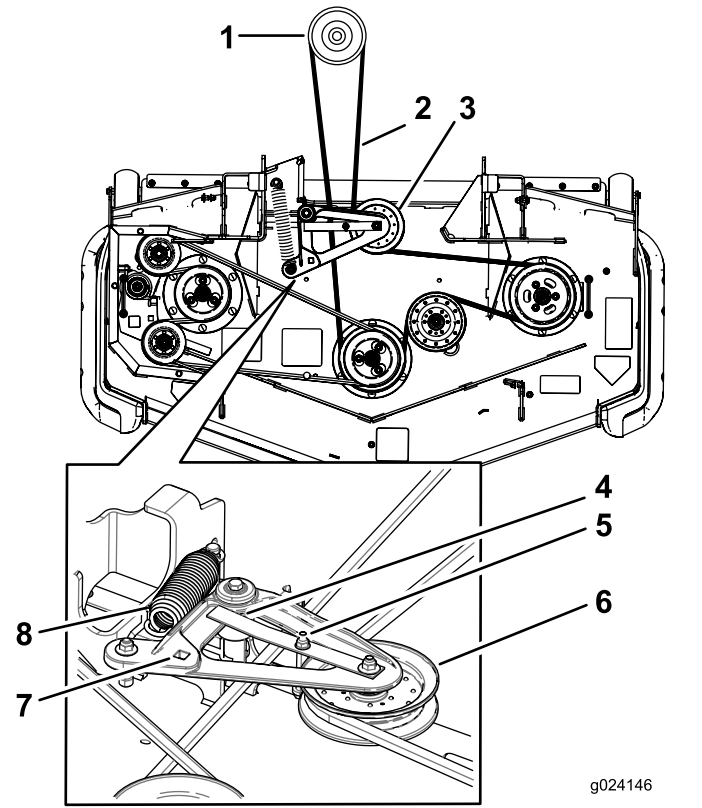

Figura 79
6. Utilice una llave de carraca en el taladro cuadrado del brazo tensor para aliviar la tensión del muelle tensor (Figura 79).
8. Tire hacia arriba de la pestaña de la guía de la correa y retire la correa existente (Figura 79).
9. Pase la correa nueva alrededor de las poleas del cortacésped y de la polea del embrague, debajo del motor (Figura 79).
10. Asegúrese de que la pestaña de la guía de la correa entra en contacto con el buje pivotante Figura 79.
11. Utilizando la llave de carraca en el taladro cuadrado, instale el muelle tensor (Figura 79). Asegúrese de que los extremos del muelle están asentados en las ranuras de anclaje.